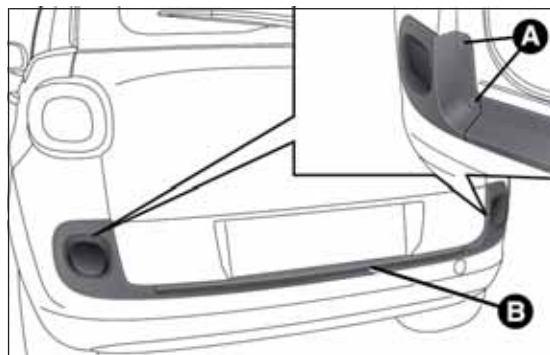

fig. 187
- aprire il bagagliaio, rimuovere la cornice di finizione, svitare le quattro viti di fissaggio A fig. 187 e rimuovere il gruppo ottico B;
- ☐ rimontare correttamente il gruppo ottico B fig. 187 avvitando le quattro viti di fissaggio A, quindi chiudere il bagagliaio.